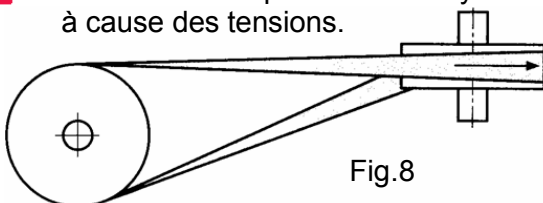

Fig.8
**Critique** : marche silencieuse ; entretien facile ; arbre pas forcément parallèle (Fig.8) et prix peu cher, convient pour de grandes vitesses et des puissances moyennes, mais paliers chargés à cause des tensions.